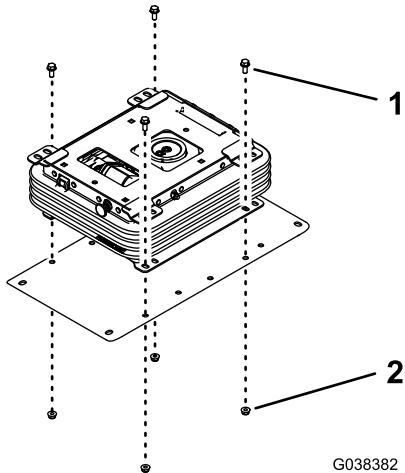

Figure 4
3. Fixez légèrement la suspension au socle du siège à l'aide de 4 boulons (5/16 x $\frac{3}{4}$ ') et 4 écrous (5/16"), comme montré à la Figure 4.
3. Montez les supports inférieurs sur le socle du siège (Figure 4).